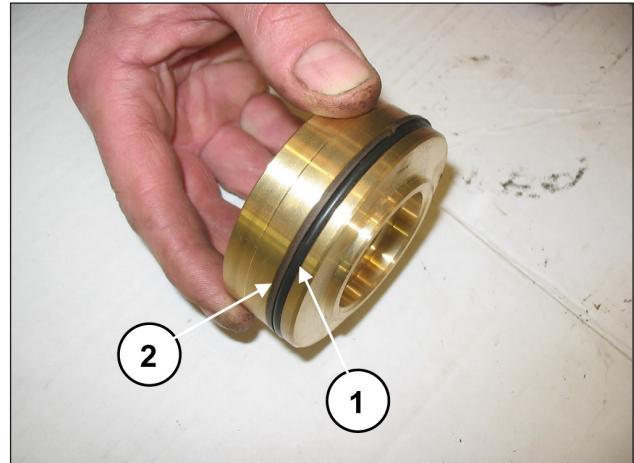

图 131
把O形环(分解图位置17, ① - 图 131)和密封环(分解图位置21, ② - 图 131)安装在排出阀的塞盖上。